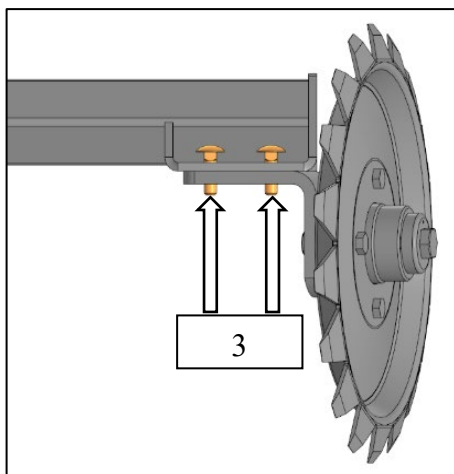

Рисунок 83 – Фиксация диска маркера
1. Для изменения угла атаки маркера необходимо ослабить затяжку винтов (3), рис. 83.